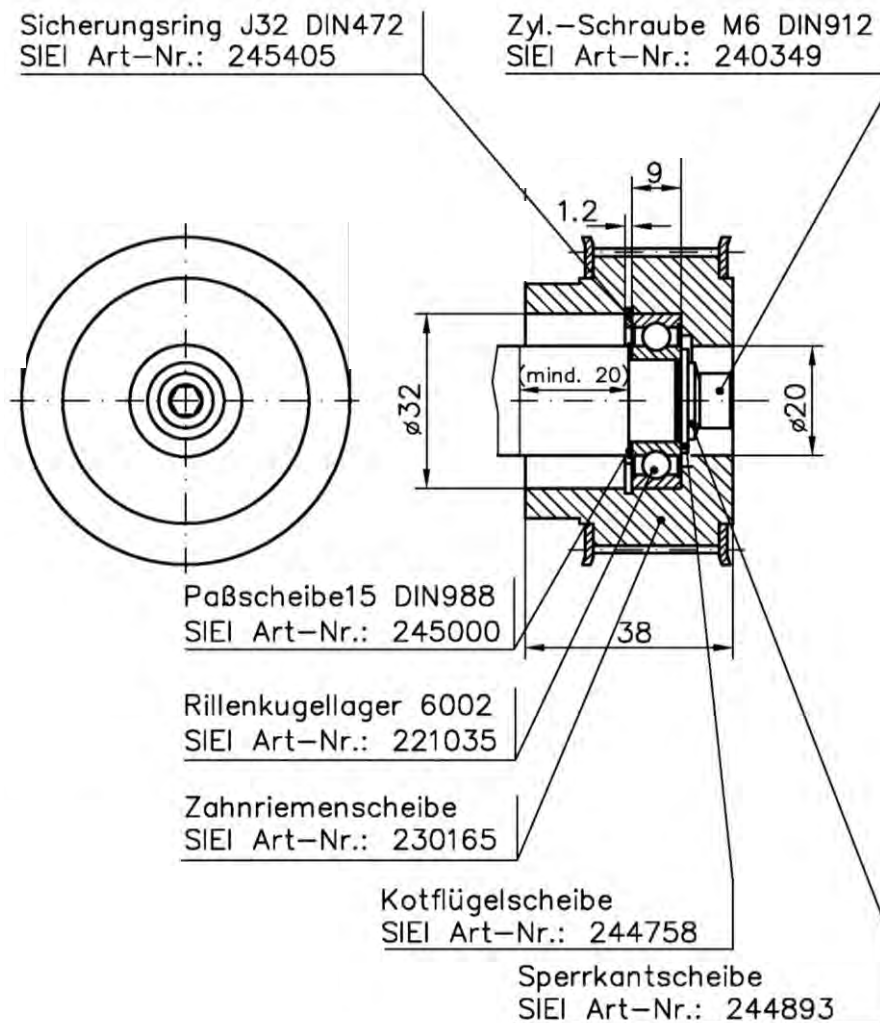

Bild 8
4. Passscheibe P15 x 21x 0,5 mm kommt vor der Umlenkzahnriemenscheibe auf den Zapfen (Bild 8)
5. Kotflügelscheibe 6,4 x 20 x 1,25 mm kommt zur Befestigung der Umlenkzahnriemenscheibe nach der Umlenkzahnscheibe auf den Zapfen (Bild 8)
7. Schraube M6x 20mm dient zur mechanischen Montage der Umlenkzahnriemenscheibe (Bild 8)